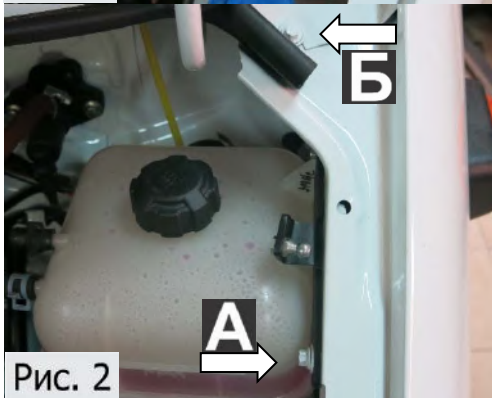

Рис. 2
2. Установить кронштейн крыла, как показано на рисунке. Закрутить штатный болт М6х20 со штатной шайбой 6 торцевой головкой №8 с усилием 9 Нм в резьбовое отверстие **А**. Закрутить штатный болт М6х20 со штатной шайбой 6 торцевой головкой №8 с усилием 9 Нм в отверстие **Б**. Снизу накрутить штатную гайку М6 со штатной шайбой 6 (рис.2).